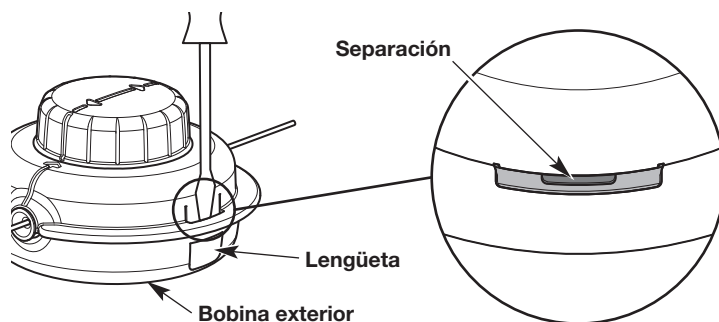

Fig. 22
- a. Presione con firmeza una lengüeta del cabezal de corte con su pulgar (Fig. 22). **NO** presione la lengüeta con un destornillador u otro objeto.
- b. Continúe presionando la lengüeta. Inserte un destornillador de cabeza plana dentro de la separación entre la bobina exterior y la lengüeta (Fig. 22).